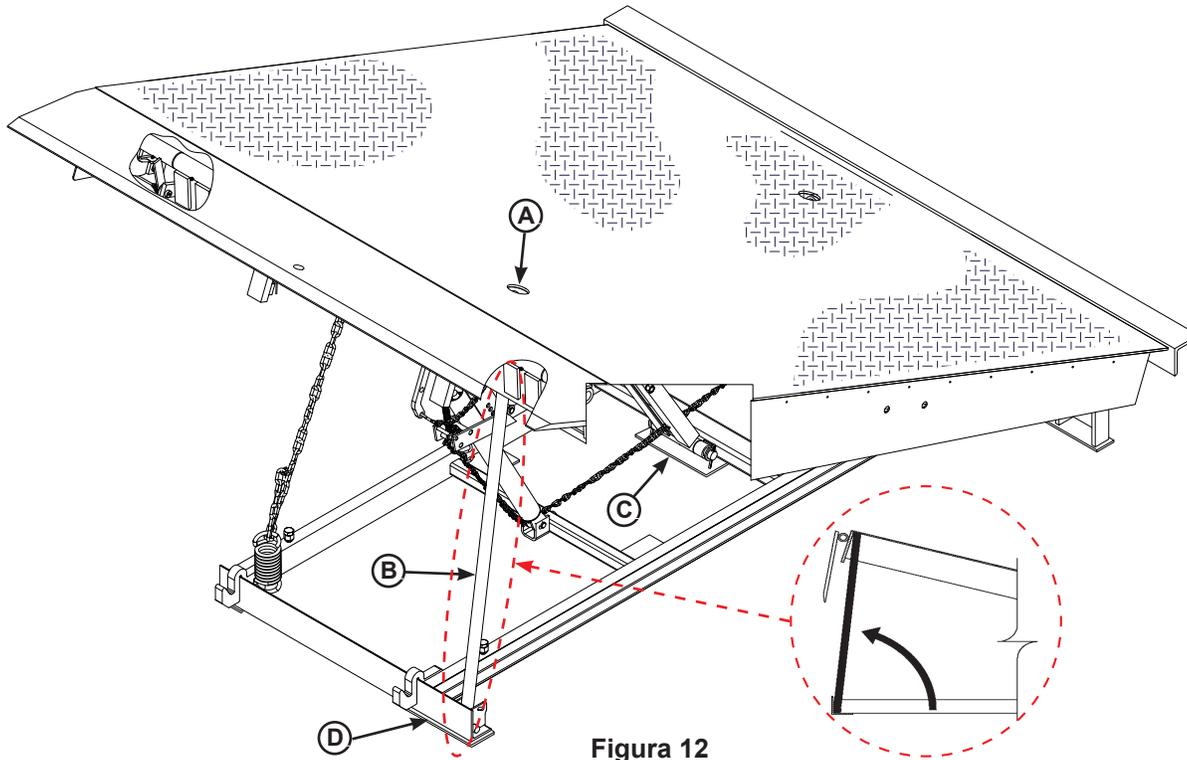
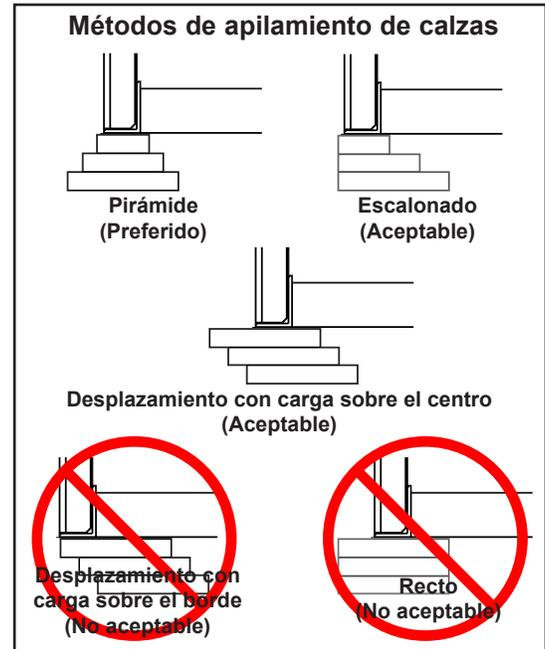

Figura 12
Figura 13
21. Calce y suelde el apoyo de mantenimiento (Figura 12):
a. Instale las calzas debajo del apoyo de mantenimiento (B) donde este se une al bastidor del nivelador. Asegúrate de que el apoyo esté calzado firmemente.
b. Levante el apoyo de mantenimiento (B) a la posición de servicio (vertical) y bloquéelo en esta posición con un dispositivo de bloqueo aprobado por OSHA.
22. Instale las calzas debajo del brazo de elevación (C, Figura 12) en las ubicaciones mediante un método de calzado aceptable (consulte la Figura 13). El pivote del brazo de elevación debe estar calzado firmemente en todo el largo del pivote del brazo de elevación. Asegúrese de que el pivote del brazo de elevación esté nivelado de lado a lado.